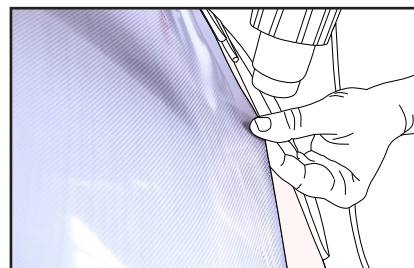

Figure 16
- › Chauffer le bas du film à 30 °C - 40 °C avec le pistolet thermique pour relâcher les tensions exercées sur le film précédemment et ainsi réduire les tunnels qui se sont formés durant la pose. (FIG. 16)